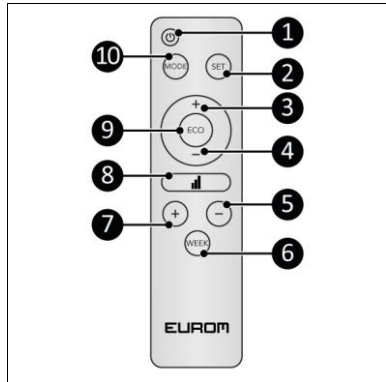

Afbeelding 4
Statusindicatie (Afbeelding 4, pos. 1):
Temperatuurindicatie (Afbeelding 4, pos. 2):
Tijdindicatie (Afbeelding 4, pos. 3):
Dagindicatie (Afbeelding 4, pos. 4):